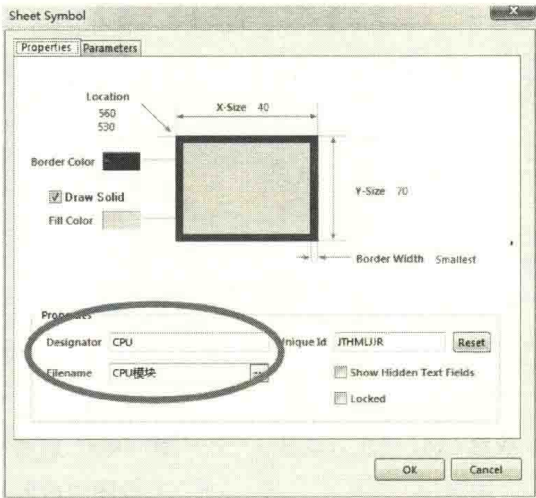

图 4-81 方块图属性设置
(2) 在放置状态下按“Tab”键，或者放置完成之后双击，出现如图 4-81 所示的放置方块图属性的图纸符号对话框，对方块图属性进行设置。
- ① Designator: 方块图命名，此处设置举例更改为“CPU”。
- ② Filename: 此即模块电路原理图的文件名，此处设置举例更改为“CPU 模块”。